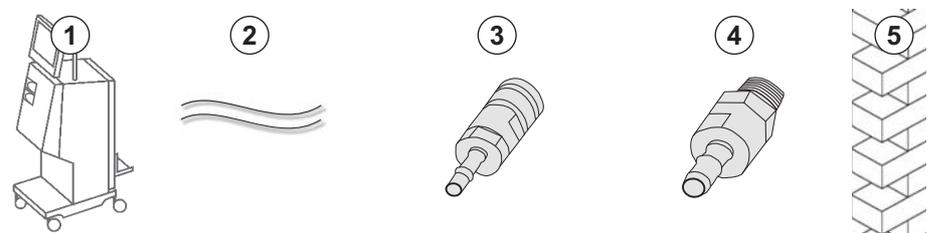

Fig. 4-7 Conectores Aquaboss para suministro centralizado de concentrado
- Conexión hembra para concentrado (Fig. 4-7 , ③) (lado del equipo), material 1.4529 EPDM
- Boquilla de cierre macho para concentrado AISI 316L (④ , lado de la pared), material 1.4529 EPDM
1. Conectar el acoplamiento hembra para concentrado ③ al tubo de suministro central de concentrado ② procedente directamente del equipo.
2. Conectar el acoplamiento hembra para concentrado ③ a la boquilla de cierre macho para concentrado ④ fijada en la pared.